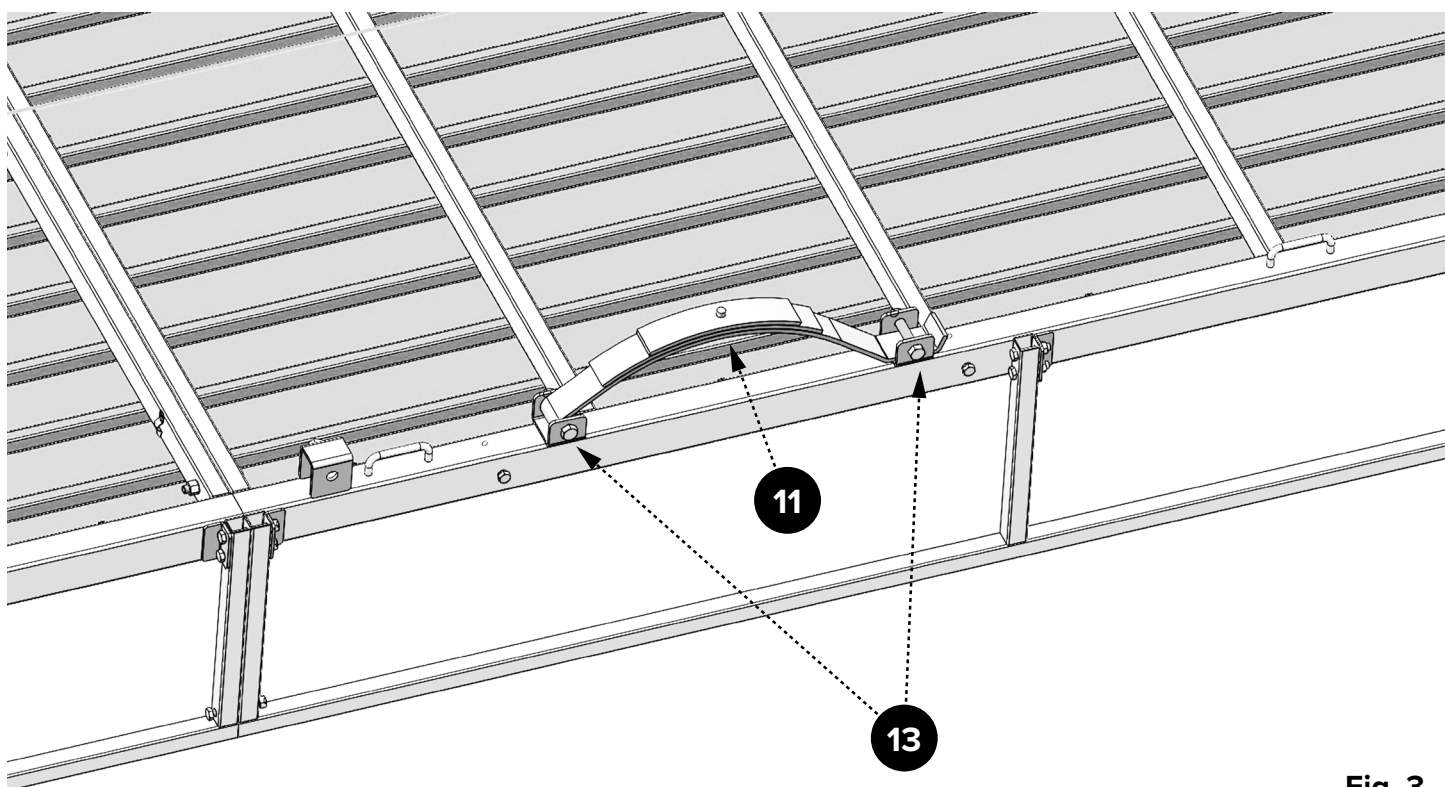

Fig. 3
1. Placer les ressorts à 3 lames (11) dans les sièges à ressort avec l'œil vers l'avant tel qu'illustré (Fig. 3).
2. Insérez les boulons M14 x 80 (13) faces à l'intérieur du cadre (Fig. 3).